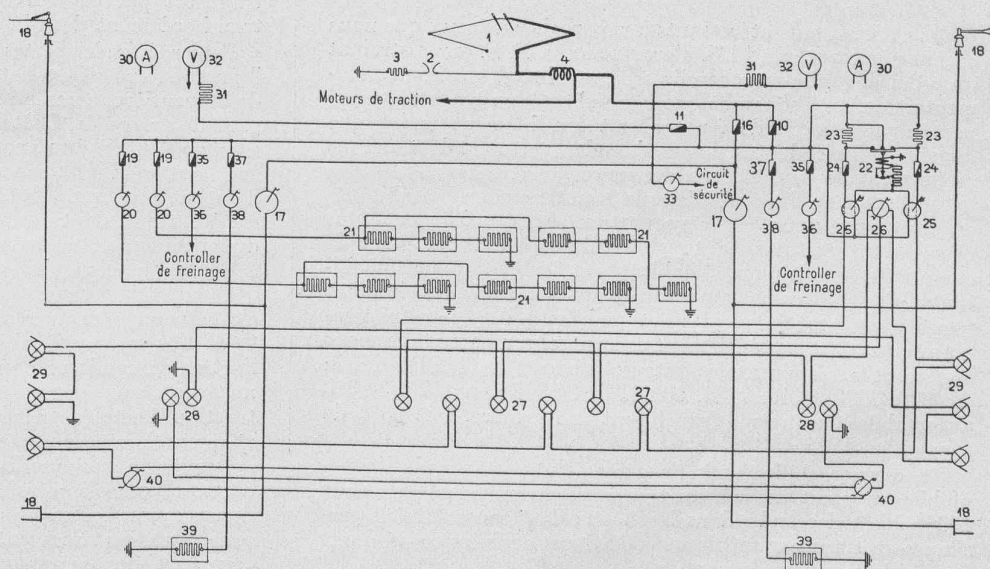

Fig. 19. — Schéma des connexions du circuit d'éclairage et de chauffage.
L'installation d'éclairage de la voiture est alimentée directement par le courant de ligne. Les deux circuits séparés comportent chacun six lampes connectées en série, comprenant trois lampes du compartiment à voyageurs, qui brûlent en permanence, tandis que les trois autres lampes (phares et lampes de cabine) peuvent être connectées à volonté au moyen de commutateurs (voir fig. 19). Chacun des circuits d'éclairage comporte une résistance auxiliaire, mise en ou hors circuit par un relais *pos. 22*, quand l'automotrice passe d'une tension de ligne à l'autre. Le relais est réglé de façon à introduire les résistances dans le circuit lorsque la tension dépasse 660 volts. De cette manière la tension par lampe ne tombe pas au-dessous de 80 volts, ni ne dépasse 114 volts. Les interrupteurs, commutateurs et coupe-circuits du circuit d'éclairage sont disposés sur un tableau, fixé à la paroi postérieure de la cabine I et protégé par une caisse fermée. L'éclairage des remorques est
Le circuit de chauffage comprend deux circuits de six radiateurs de 700 watts et 250 volts chacun. Chaque circuit comporte deux groupes de trois radiateurs en série, connectés en parallèle (voir fig. 19). Cette disposition permet d'obtenir deux degrés de chauffage correspondant à 125 watts/m³ (1 circuit) et 250 watts/m³ (2 circuits).